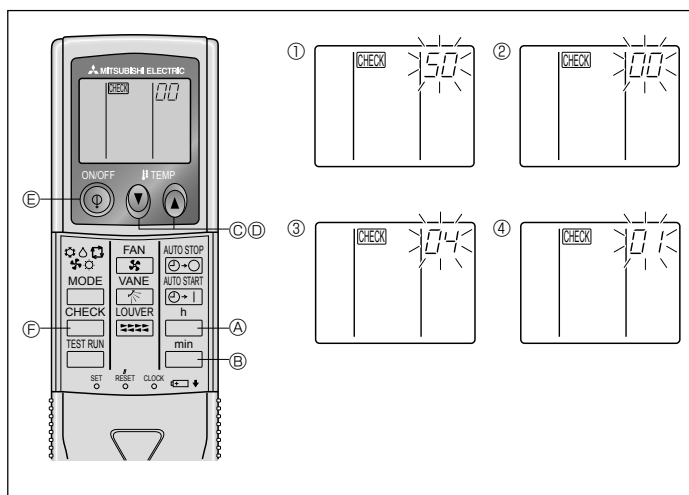

Fig. 6-10
- Tryk på MODE knappen \odot . Funktions- og indstillingsnumrene (I) og (II) vil nu være tændt konstant. Indstillingen kan bekræftes.
2) Trådløs fjernstyring (Fig. 6-10)